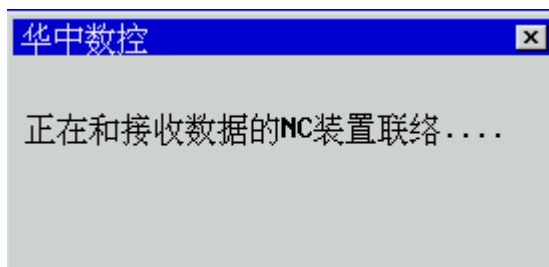

图 5.1.9 提示正在和接收数据的 NC 装置联络
- (7) 选择要发送的 G 代码文件；
- (8) 按 **Enter** 键，弹出如图 5.1.9 所示对话框，提示“正在和接收数据的 NC 装置联络”；